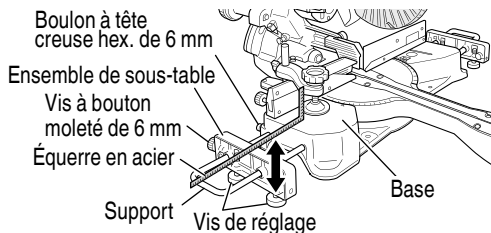

Fig. 8
5. Installation des sous-tables (accessoire standard) (Fig. 8)